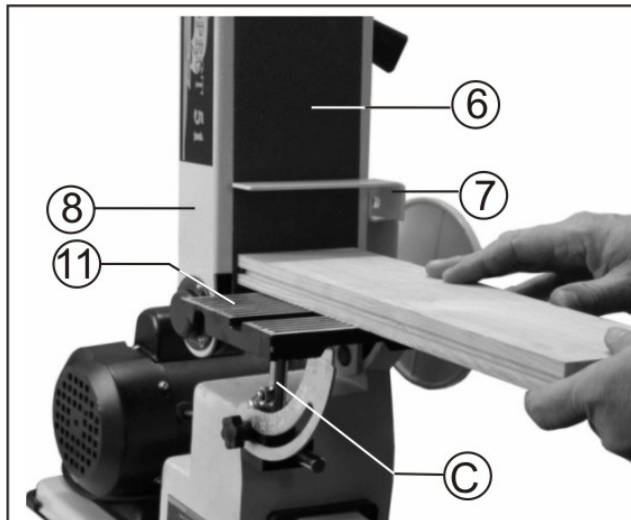

Рис.8
9.3. Перестановка рабочего стола (Рис.8)
Когда стол (8) (шлифовальной ленты) поднят, можно переместить рабочий стол (11) и установить его перед шлифовальной лентой (6). Выполните следующее: ослабьте фиксирующую гайку (13), выверните опорный вал (Ж), Рис.4, установите его в резьбовое отверстие корпуса перед шлифовальной лентой (6), как показано на Рис.8 и затяните фиксирующую гайку (13), как показано на Рис. 4. Установите рабочий стол (11) в нужную позицию, затем затяните фиксирующий болт рабочего стола (11) на опорном валу (Ж), оставив минимальный зазор между шлифовальной лентой (8) и боковой поверхностью рабочего стола (11).
Когда шлифовальная лента (6) расположена вертикально, деталь опирается на задний упор (7) или рабочий стол, Рис.8.